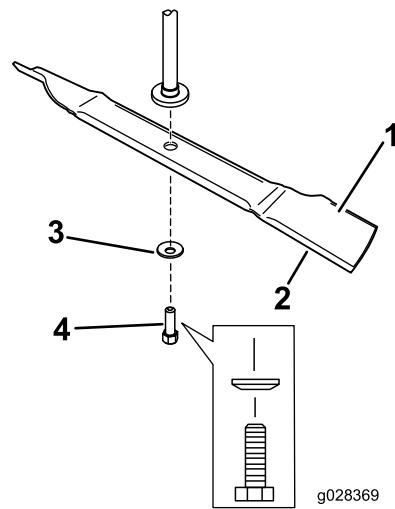

Figure 8
- Placez la lame sur l'axe (Figure 8).
- Montez la rondelle bombée (face concave vers la lame) et le boulon de lame (Figure 8).
- Remarque:** Ne posez pas de renfort. Ces lames n'ont pas besoin de renfort (Figure 8).